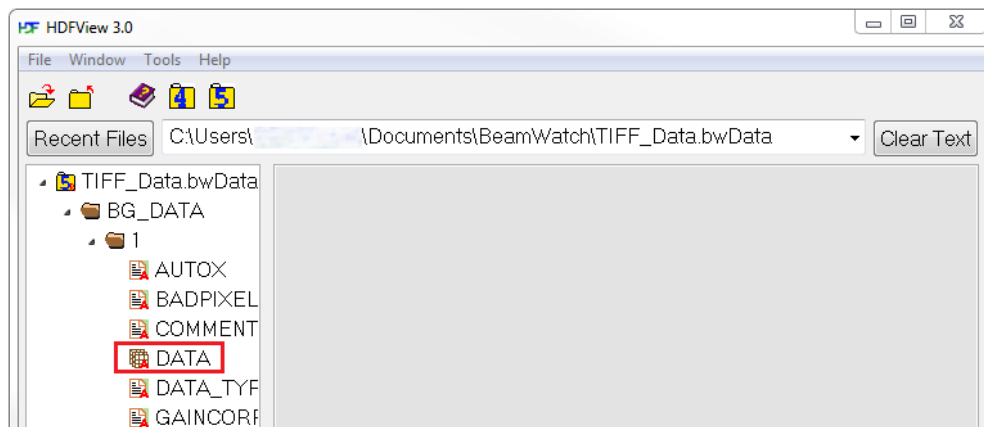

Abbildung 24: DATA Lokation in HDFView
8. Klicken Sie rechts auf **DATA** und wählen **Open** (Abbildung 24).